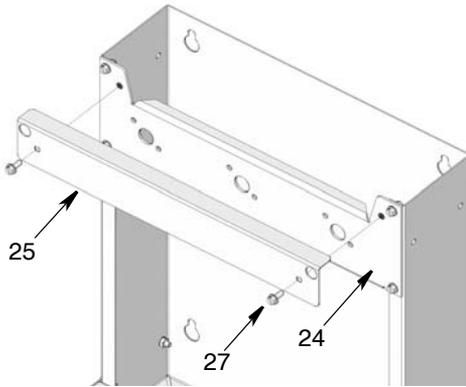

FIG. 19
4. Enlevez les vis (27) et le panneau d'accès (25), (voir FIG. 19).